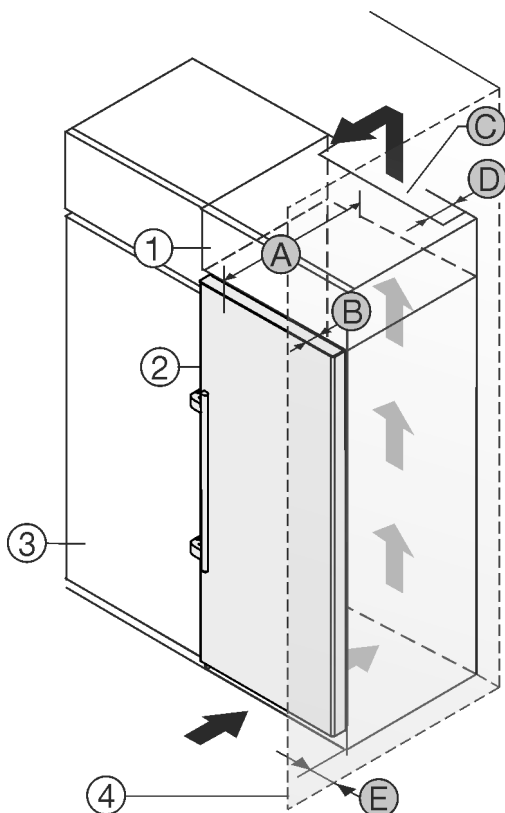

Fig. 2
- (1) Overskab \*
- (2) Apparat \*
- (3) Køkkenskab \*
- (4) Væg \*
- (A) Apparatdybde \*
- (B) Dørens dybde \*
- (C) Ventilationstværsnit \*
- (D) Afstand, apparatets bagside \*
- (E) Afstand til apparatets side \*
Du kan opstille apparatet direkte ved siden af køkkenskabet Fig. 2 (3).\*
På bagsiden af overskabet skal der være en ventilationskanal med dybden Fig. 2 (D) over hele overskabets bredde.\*
Ventilationstværsnittet Fig. 2 (C) under rummets loft skal overholdes.\*
Hvis apparatet opstilles med hængslerne ved siden af en væg Fig. 2 (4), skal afstanden mellem apparatet og væggen være mindst 57 mm. Dette svarer til det, som grebet rager frem, når døren er åben.\*
For at døren kan åbnes helt, skal apparatet rage frem med dørens dybde Fig. 2 (B) i forhold til køkkenskabets forside. Apparatet kan rage mere ud afhængigt af køkkenskabets Fig. 2 (3) dybde og anvendelsen af vægafstandsholdere.\*